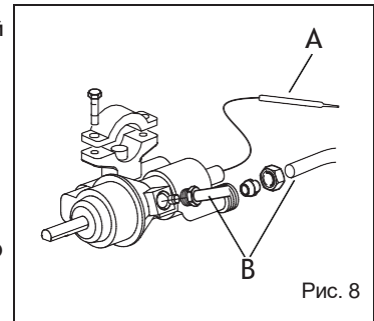

Рис. 8
- Извлеките термочувствительный элемент из опоры (рис. 8/A).
- Отверните штуцеры подвода и отвода газа (например, рис. 8/B).